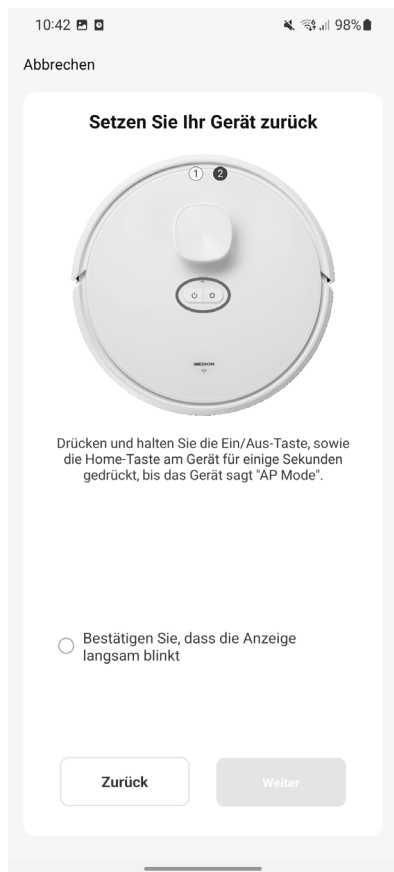

Fig. 5
- ▶ Para ello, mantenga pulsado  +  simultáneamente durante unos segundos (véase fig. 5).